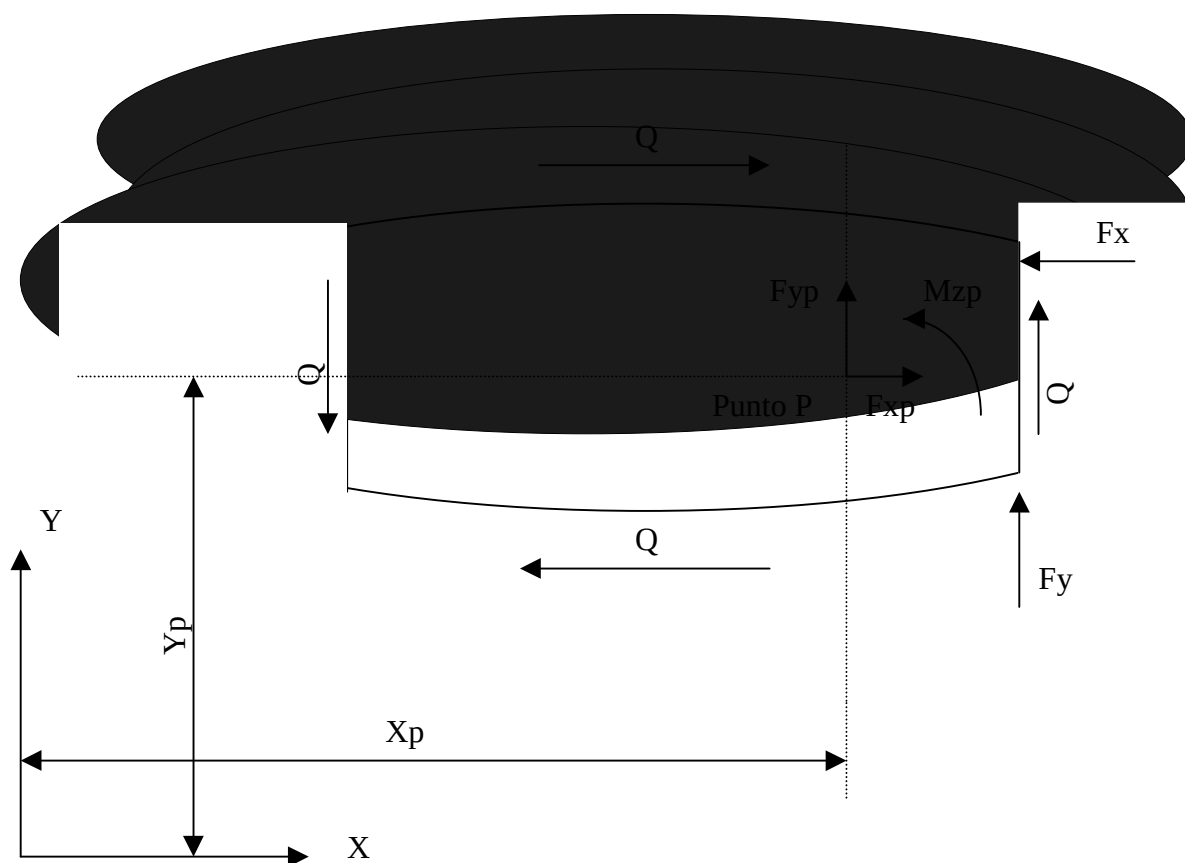

Figura 4.1: Costilla unicelular sometida a un estado de cargas.
Gráficamente se expone el problema en la figura 4.1. Los diferentes bloques para la entrada de datos son los que se indican a continuación:
3. **Nombre del fichero de salida del ARBUS:** Selección del fichero de salida del ARBUS que contiene la geometría de la costilla y los flujos cortantes a los que se ven sometidos los paneles del revestimiento. El flujo aplicado sobre la costilla (flujo Q de la figura 4.1) es el opuesto al anterior. Estos flujos son los que equilibran a las cargas externas aplicadas en la costilla y que se introducen en el siguiente apartado con otro fichero generado por el usuario.
En la figura 4.1 se observan dos cargas Fx y Fy aplicadas en dos puntos diferentes.
La figura 4.1 muestra una costilla unicelular. El sistema de referencia es el XY, con el cual se sitúa el punto P donde se buscan las cargas internas F_{xp} , F_{yp} y M_{zp} . La costilla se ve sometida a unos flujos cortantes en sus paneles como el Q y a unas cargas externas Fx y Fy. Como ya se ha comentado, la información sobre la geometría de la costilla y sobre los flujos en los paneles se obtiene de un fichero de salida del programa ARBUS y la carga externa la introduce el usuario con un fichero.